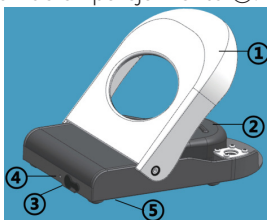

Figura 21: Esquema del interruptor de pedal
Antes de utilizarlo, extraiga la unidad central y el interruptor de pedal para comprobar que no presentan defectos. El interruptor de pedal de este producto es un pedal inalámbrico, como se muestra en la Figura 21. El pedal inalámbrico consta de una cubierta protectora ①, un pedal ②, un puerto de carga ③, una luz indicadora ④ y un botón de emparejamiento ⑤.